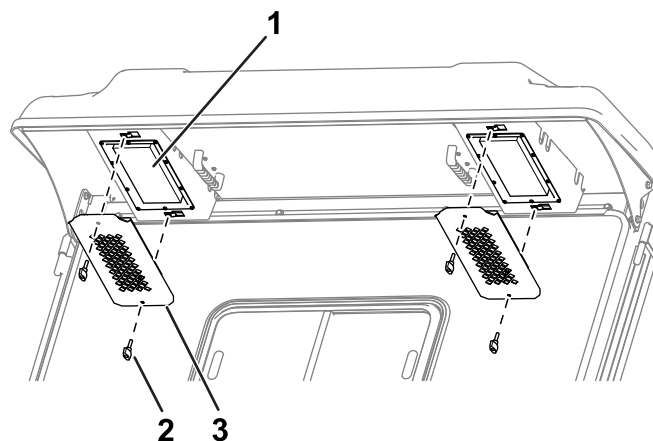

Figure 86
1. Enlevez les boutons et les grilles de l'avancée arrière de la cabine (**Figure 86**).
4. Utilisez les boutons et les grilles pour reposer les filtres dans la cabine (Figure 86).